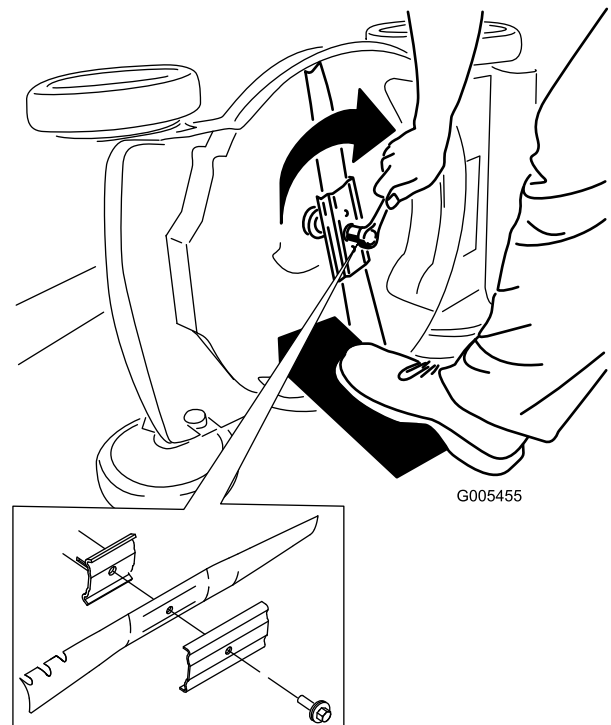

Figura 44
4. Togliete la lama e conservate la bulloneria di montaggio (Figura 44).
5. Montate la nuova lama usando la bulloneria di montaggio (Figura 44).